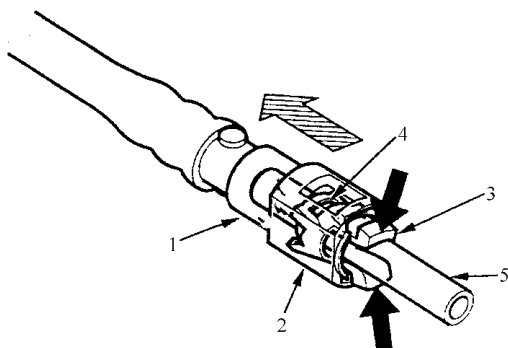

图 3-35 拆卸快速接头
10) 如图 3-35 所示, 断开快速接头; 用一只手握住插接器, 用另一只手压紧固定片, 将它从防松棘爪上松开。拔出插接器。